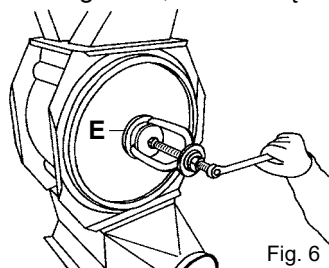

Fig. 6
3. Odkręcić śruby od pokrywy bocznej (D) i zdjąć pokrywę boczną, zobacz fig. 6. Aby łatwo zdemontować pokrywę boczną poprzez zamocować specjalnego narzędzie (E) na pokrywie bocznej i odpowiednie zdjąć pokrywę boczną przy użyciu prostego ściągacza. Odpowiednie narzędzie może być dostarczone przez Kongskilde, numer części to 121000698.